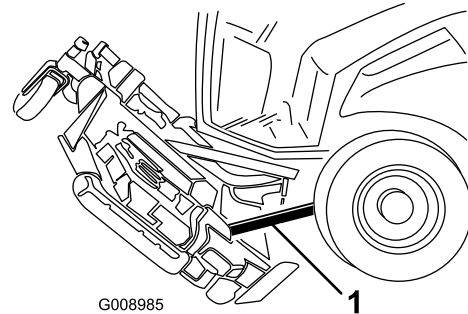

Figura 135
6. Introduzca a presión un bloque de madera entre el borde trasero de la carcasa y la máquina (Figura 135).